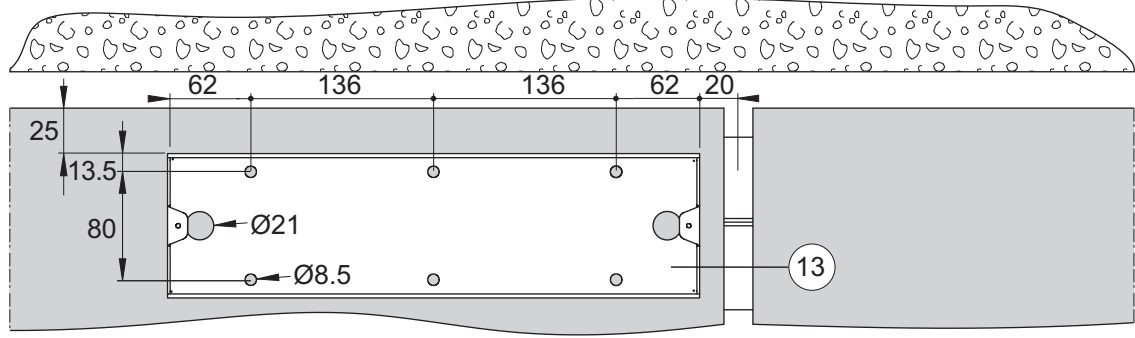

Fig. 7
- Fissare la piastra di fissaggio all'anta seguendo le misure di fig. 7, 10.